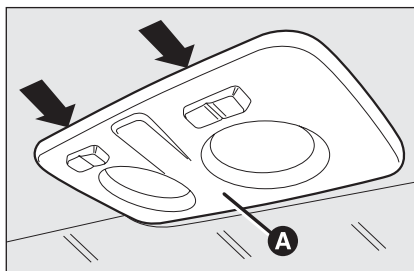
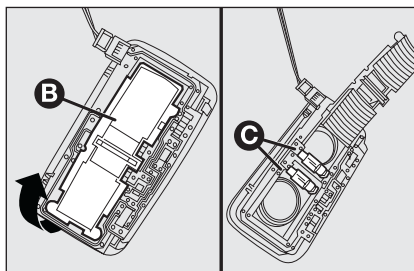

fig. 29
fig. 30
- agire nei punti indicati dalle frecce e rimuovere la plafoniera **A-fig. 29**;
- aprire lo sportellino di protezione **B-fig. 30**;
- richiudere lo sportellino **B-fig. 30** e fissare la plafoniera **A-fig. 29** nel proprio alloggiamento accertandosi dell'avvenuto bloccaggio.